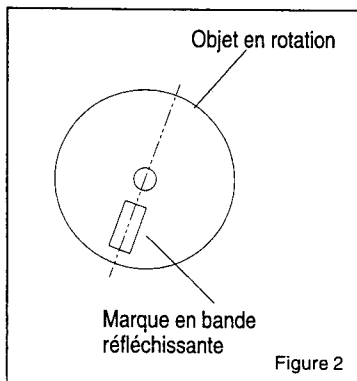

Figure 2
2. Découpez un morceau de bande réfléchissante d'environ 2 cm et placez-le sur l'objet qui doit être mesuré, voir Fig. 2. Placez toujours la marque parallèlement au diamètre de l'objet (comme indiqué par la ligne en pointillé de la Figure 2).